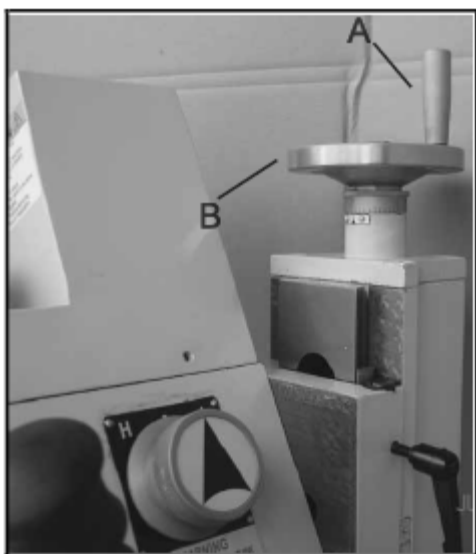

Рисунок 2
- Привинтите рукоятку (А, рисунок 2) на маховик (В, рисунок 2) и затяните. Повторите эту операцию для всех маховиков.